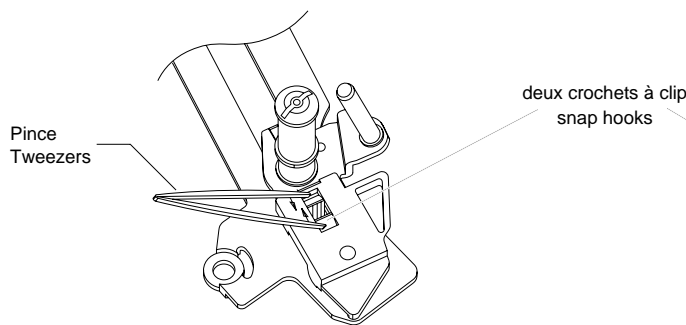
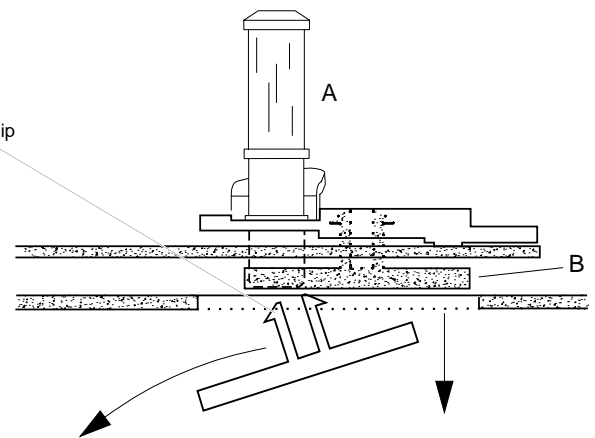

Fig. 19
Fig. 20
- A l'aide d'une pince resserrer les deux corchets à clip et retirer le galet de renvoi du plateau (Fig. 19).
- A l'aide d'une pince resserrer les deux corchets à clip (Fig. 19) et retirer le galet de renvoi "A" du plateau "B" (Fig. 20).
- Décrocher le bras de chargement (gauche) du plateau et retirer ce dernier de la platine mécanique par le bas à travers l'évidement du châssis (Fig. 20).
- Compress the two snap hooks by means of tweezers and remove the reverse roller from the holding plate (Fig. 19).
- Compress the two snap hooks by means of tweezers (Fig. 19) and remove the reverse roller "A" from the plate "B" (Fig. 20).
- Release the loading arm (left) from the holding plate and withdraw the latter through the cutout in the chassis (Fig. 20).